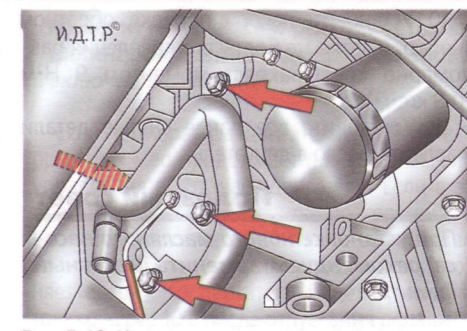

Рис. 5.19. Крепление компрессора кондиционера
20. Выверните болты крепления компрессора кондиционера (см. рис. 5.19). Не отсоединяя от компрессора трубопроводы, отведите его в сторону и закрепите любым доступным способом (например, привязав проволокой).
5. Выверните четыре болта крепления компрессора кондиционера (рис. 5.19) и отведите компрессор в сторону от двигателя, не отсоединяя от него трубопроводы.